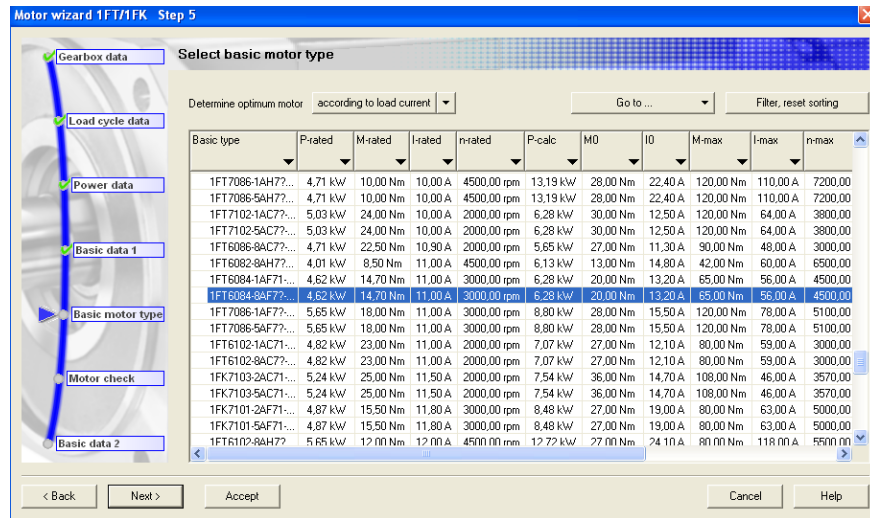

Figura 3.2.67 “Select basic motor type”
Paso 5 *Select basic motor type* (figura 3.2.67): como se puede observar en la figura en este paso se procede a la selección del motor que mejor se adapte al sistema mecánico asociado y a las opciones anteriormente seleccionadas. Para ello se tiene la herramienta *Determine optimum motor*, la cual mostrará el motor óptimo dependiendo del criterio que se seleccione, en este caso tenemos tres opciones, *According to load current* (de acuerdo con la corriente de carga), *According to frame size* (de acuerdo con el tamaño de bastidor) y *According to rated current* (de acuerdo con la corriente nominal). Los resultados obtenidos para cada una de las opciones, vienen indicados en la tabla 3.2.5, donde se muestran los datos que Sizer indica como condiciones de trabajo del motor en el paso 3 de la configuración del motor.